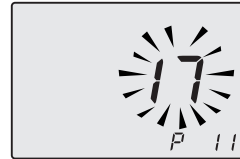

Figura 5.57
- Scorrere i vari parametri utilizzando i tasti 18 o 19 fino a far apparire sul display LCD le lettere **P11** e valore del parametro, indicanti l'entrata nel "parametro 13" (Figura 5.57).